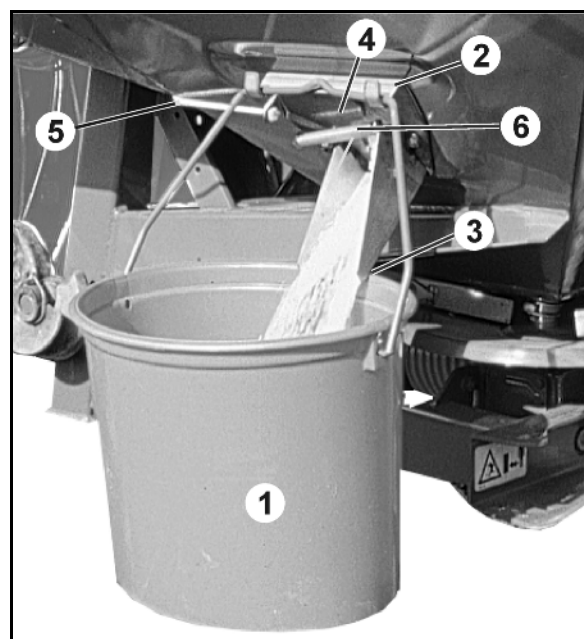

Fig. 68
3. I tabellen (Fig. 68) til nomogrammet eller baksiden til regneskiven finner du ønsket arbeidsbredde (12 m) for den nødvendige målestrekningen (41,6 m).